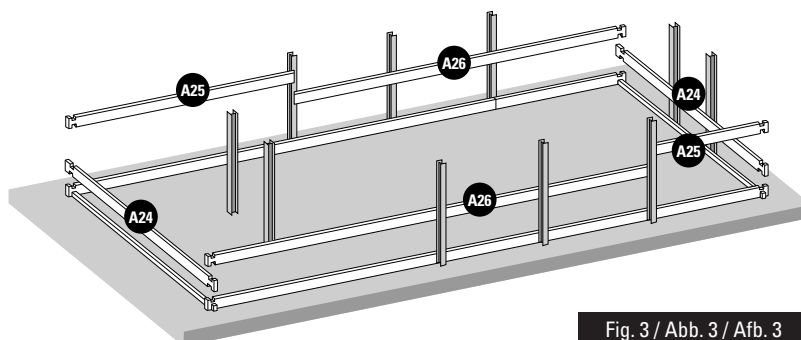

Fig. 3 / Abb. 3 / Afb. 3
**EN** **2nd LAYER OF BOARDS:** • Install the second layer of boards as shown in figure 3. • There is a wooden wedge in the structure packet to correctly assemble the boards. • Never directly hit against the boards. Do not hit them with anything metallic. This would inevitably damage the wood. • Try to correctly assemble the boards right from the start. There should not be any space between each layer of boards to avoid maladjustment of the higher boards.
**FR** **2ÈME RANGÉE DE MADRIERS :** • Positionnez les madriers de la deuxième rangée conformément à la figure 3. • De manière à emboîter correctement les madriers, une cale en bois est à votre disposition dans le colis de structure. • Ne pas taper directement sur les madriers. • Ne pas frapper avec une pièce métallique. Cela détériorerait le madrier irrémédiablement. • Veillez à emboîter bien à fond les madriers dès le départ. Il ne doit pas y avoir d'espace entre chaque rangée pour éviter un décalage au niveau des madriers supérieurs.
**DE** **2. BRETTERREIHE:** • Platzieren Sie die Bretter der zweiten Reihe laut Abb. 3. • Um die Bretter richtig anbringen zu können, finden Sie einen Holzkeil im Paket des Tragwerks. • Nicht direkt auf die Bretter klopfen. • Nicht mit einem Metallteil darauf klopfen. Es würde das Holz unabänderlich beschädigen. • Versuchen Sie, die Bretter von Anfang an tiefgehend ineinander zu fügen. Zwischen den Reihen darf kein Platz sein, um eine Fehlanpassung der oberen Bretter zu vermeiden.
**NL** **2ª RIJ PLANKEN:** • Plaats de planken van de tweede rij zoals aangegeven op afbeelding 3. • Om de planken correct te assembleren, zit er een houten wig in het pakket van het frame. • Sla niet direct op de planken. • Sla er niet direct op met metaal. Hierdoor raakt het hout onherstelbaar beschadigd. • Zorg ervoor dat de planken vanaf het begin stevig op elkaar aansluiten. Er mag geen ruimte tussen de rijen overblijven, om te voorkomen dat de bovenste houtdelen onregelmatig uitkomen.